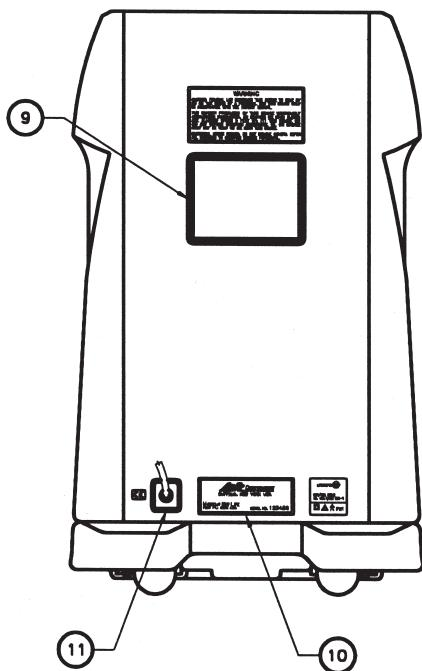

Fig. I.2
I.2 Lato posteriore (Fig. I.2).....	3-IT
### I. 2. Lato posteriore (Fig. I. 2)